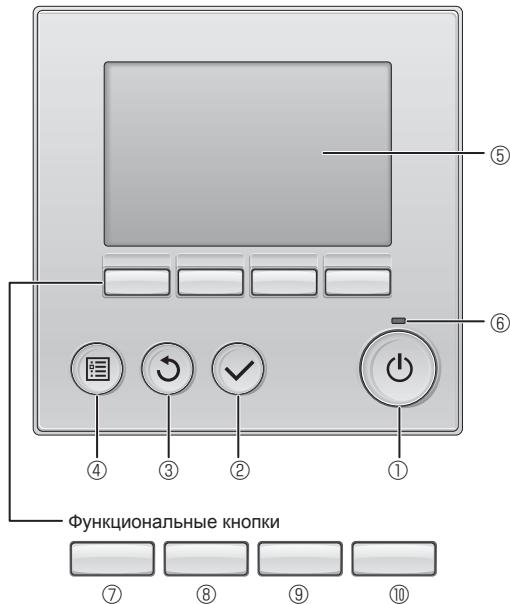

Fig. 5-1
5.2.1. Использование проводного пульта дистанционного управления (Fig. 5-1)
① Кнопка [ВКЛ/ВЫКЛ]